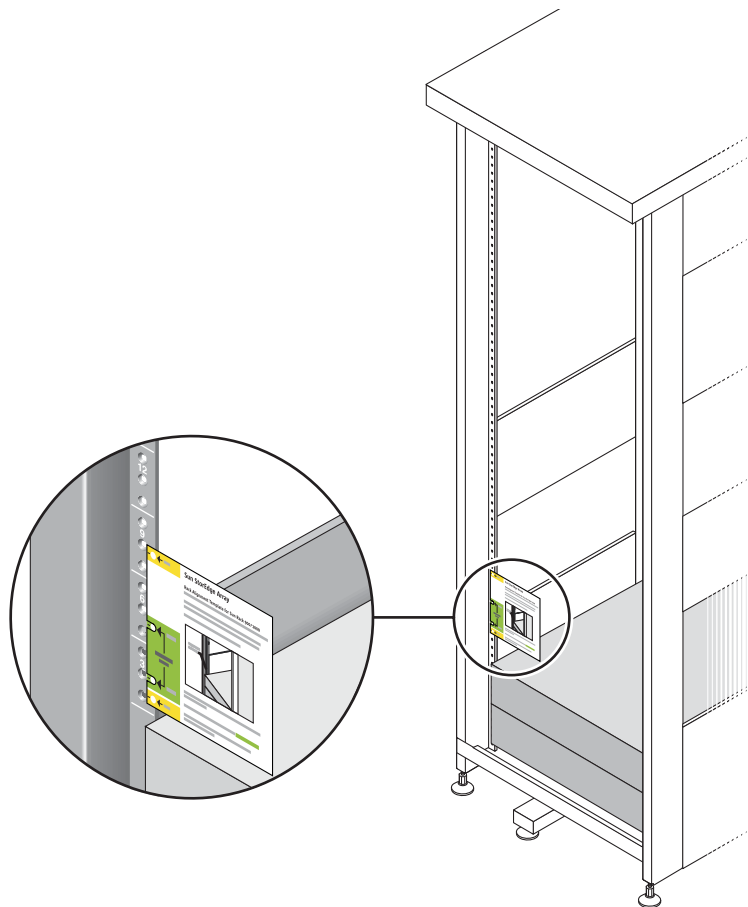

図 2-3 ラック調整テンプレートによる位置の確認
2. 正面の左側のキャビネットレールにラック調整テンプレートを当てて、Sun Rack 900/1000 キャビネットの適切な取り付け穴を探します (図 2-3)。